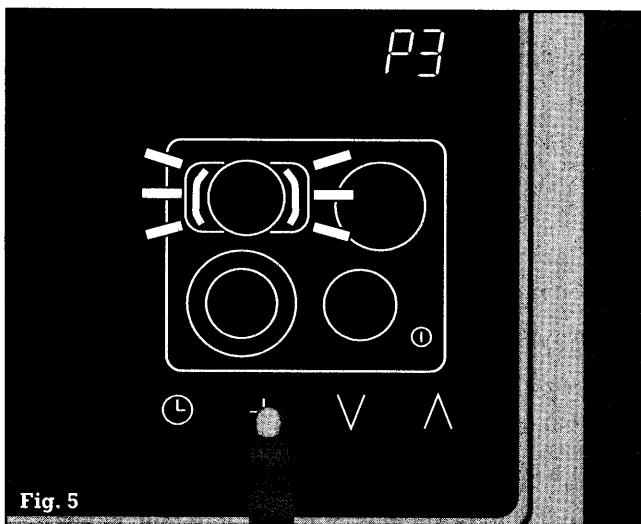

Fig. 5
- ... trycker du lätt på symbolen +. I timerns displayfält blinkar då **P3**. I displayfältet för värmezon 2 (längst bak till vänster) blinkar symbolen för anpassningen  (fig. 5). Genom att trycka lätt på värmezonen i displayfältet kan du nu välja samma inställningar för anpassning som för värmezon 1. Du sparar värdena på samma sätt som ovan.